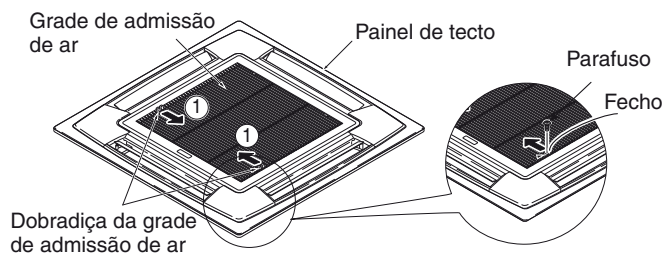

Fig. 7-1
- 1) Retire os 2 parafusos no fecho da grade de admissão de ar. (Fig. 7-1) (Reinstale a grade de admissão de ar após a instalação do painel de tecto.)
- 2) Deslize os prendedores da grade de admissão de ar na direcção mostrada pelas setas ① para abrir a grade. (Fig. 7-1)